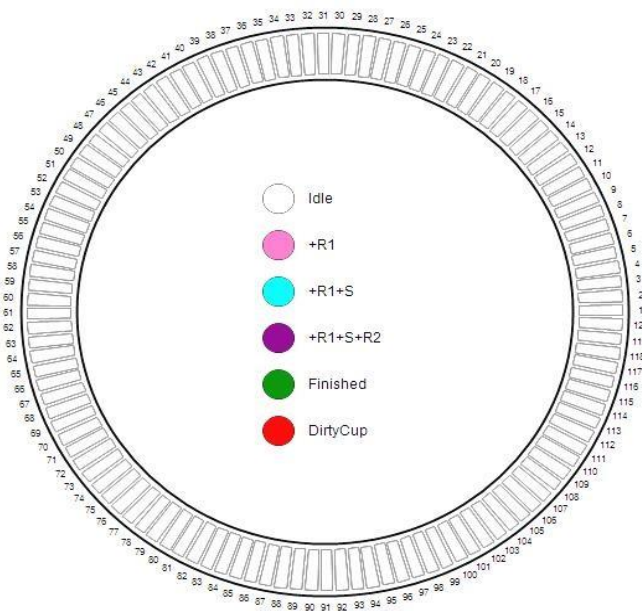

Figura 3-49 Monitor de bandeja de reação
**Monitoramento de bandeja de reação:** A bandeja de reação exibe o status da reação em tempo real durante o processo de detecção de amostra. Clique em “Status de reação” no formulário “Monitor”, como mostrado na figura 3-49, onde cores diferentes indicam que a tina está em status operacional diferente.